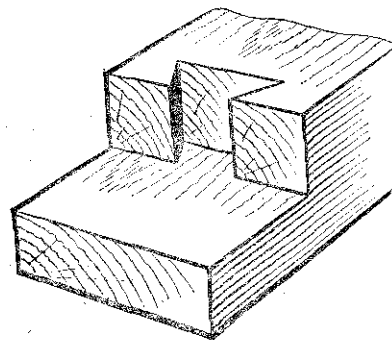

Рис. 78. Выборка паза под гребень рожка.
8. Выбрать паз в колодке сверлением, долблением и резанием стамеской (рис. 78).